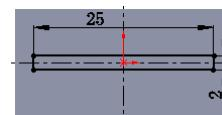

图 14.3.5 横断面草图
- ② 定义横断面草图。在草图环境中绘制图 14.3.5 所示的横断面草图。
- ③ 选择下拉菜单 **插入(I)** → **退出草图** 命令，退出草图环境，此时系统弹出“凸台一拉伸”对话框。
- (3) 定义拉伸深度属性。
- ① 定义深度方向。采用系统默认的深度方向。
- ② 定义深度类型和深度值。在“凸台一拉伸”对话框 **方向 1** 区域的下拉列表中选择 **给定深度** 选项，在 **D1** 中输入深度值 1.0。选中 **合并结果(M)** 复选框。
- (4) 单击 按钮，完成凸台一拉伸 2 的创建。